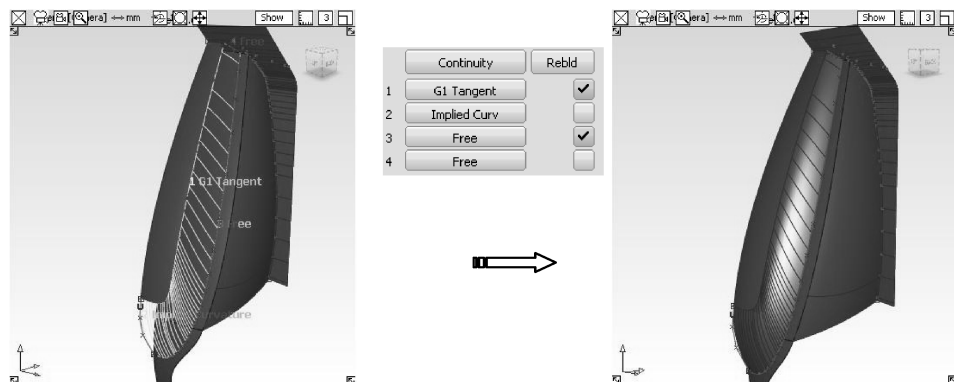

图 9-25 以四条边界创建曲面
- 27 选择【Square】工具，以那三条曲线以及鼓起曲面的一边创建曲面，在对话框中勾选剪切边缘的重建选项，并调整为相切连续，如图 9-25 所示。